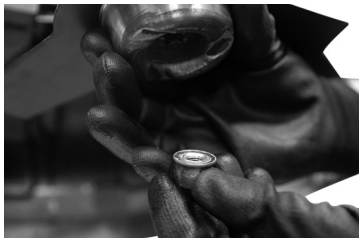

Fig. 11 – Finalizando a montagem da lâmina
- f. Coloque a porca, conforme Fig. 11.